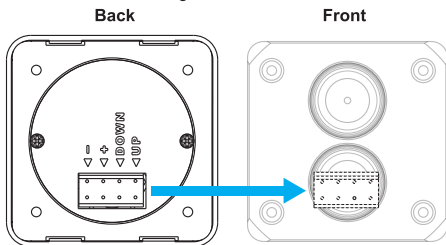

Fig.3
- Para el posicionamiento correcto, asegúrese de que el conector del bloque de terminales esté en la parte inferior detrás del panel táctil de Lofrans (ver Fig.3)